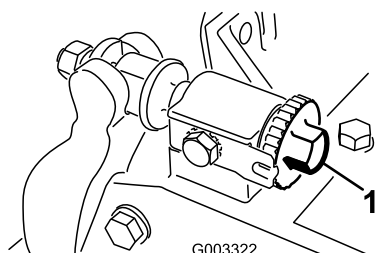

Рисунок 12
2. Поверните регулировочные винты неподвижного ножа против часовой стрелки, чтобы неподвижный нож не касался барабана (Рисунок 12).